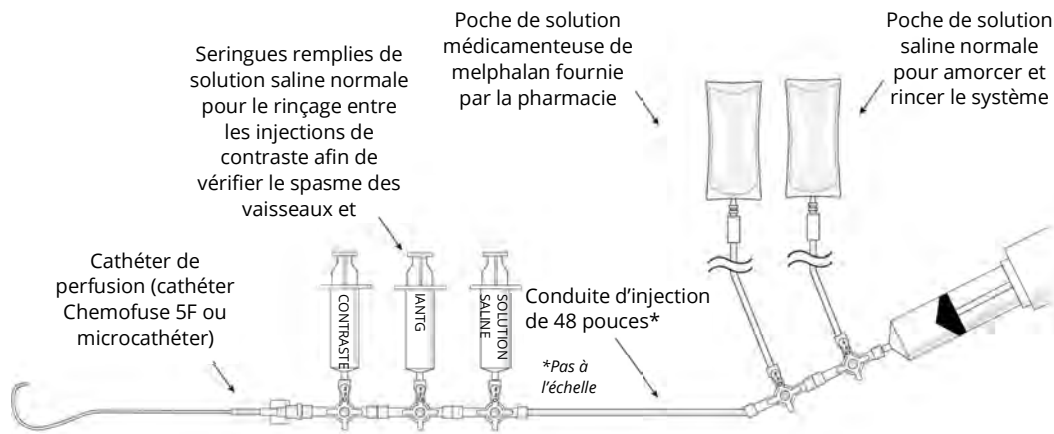

Figure 28
- (a) Lorsque le circuit d'hémofiltration fonctionne de manière satisfaisante et que le patient est stable sur le plan hémodynamique, rincer la ligne de perfusion artérielle hépatique avec du sérum physiologique pour éviter de mélanger directement l'héparine avec l'agent chimiothérapeutique (chlorhydrate de melphalan). Connecter la ligne de perfusion du médicament au cathéter de perfusion de l'artère hépatique (cathéter Chemofuse^{MD} 5F ou microcathéter), comme indiqué sur la figure 28 pour compléter le circuit d'administration du médicament.